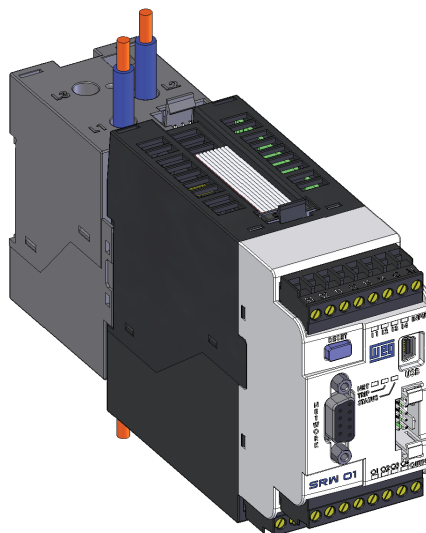

Figura 3.3 (a) e (b) - Ligação trifásica e monofásica do SRW 01
- esquema de ligação dos cabos de potência é ilustrado na figura 3.3.